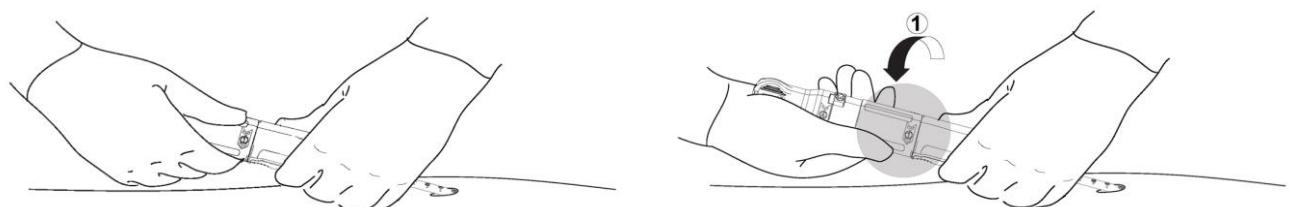

Bild 12. Steg 1 vid manövrering av PerQseal+ förslutningsanordning (Ta ut implantatet ur hylsan).
Fatta tag i den distala änden på handtaget på PerQseal+ förslutningsanordning (närmast patienten). Stabilisera anordningen i det läget genom att låta handen vila mot patienten (Bild 12).
- a. Placer en hand på kolvhylsan (märkt med "1") och rotera denna greppsektion 180° i den angivna riktningen för att få alla prickarna att linjera. Se till att handen som håller i den distala änden av handtaget förblir örorig under roteringen (Bild 12). Implantatet är nu exponerat inne i artären.